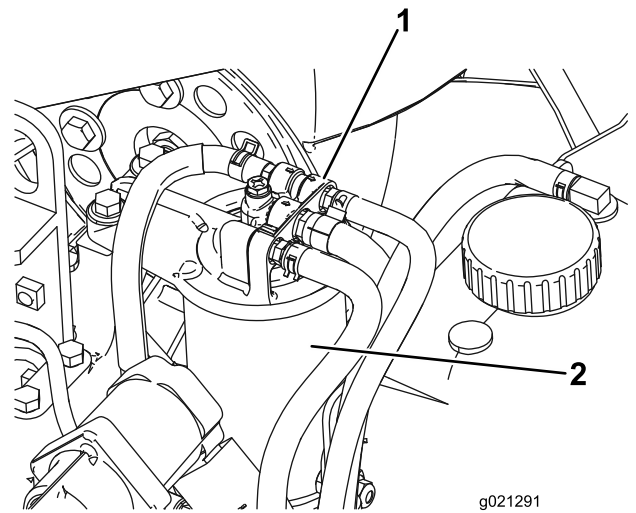

Figura 82
1. Limpe a zona em torno da cabeça do filtro de combustível (Figura 82).
2. Retire o filtro e limpe a superfície de montagem da cabeça do filtro (Figura 82).